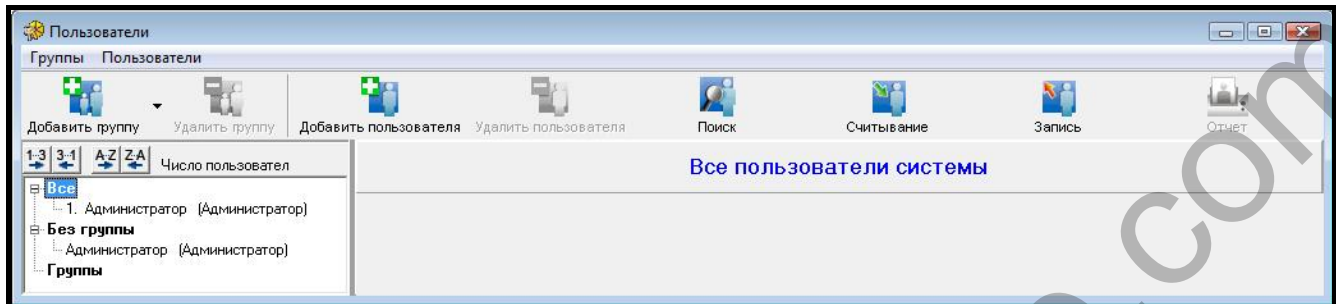

Рис. 24. Окно ПОЛЬЗОВАТЕЛИ перед добавлением пользователей.
1. Кликните по кнопке ПОЛЬЗОВАТЕЛИ, которая находится в меню программы (см.: рис. 22). Откроется окно ПОЛЬЗОВАТЕЛИ (см.: рис. 24).
20. Завершите процедуру добавления пользователей, кликнув по кнопке ЗАПИСЬ (см.: рис. 24).